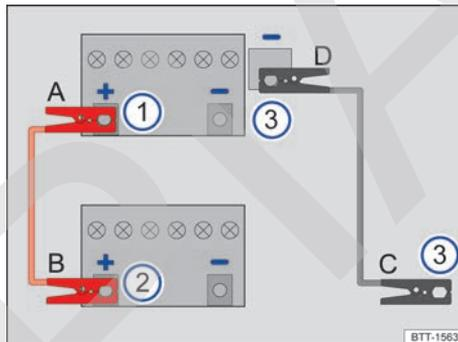

Fig. 182 Esquema para la conexión de los cables de arranque. <
Leyenda de la fig. 182:
Los cables de arranque solo se deberán conectar siguiendo el orden **A - B - C - D** → **fig. 182**.
- Conecte un extremo del cable de arranque *rojo* al polo positivo (+) de la batería de 12 voltios del vehículo que la tiene descargada → **fig. 182 ①** → **▲**.
- Conecte el otro extremo del cable de arranque *rojo* al polo positivo (+) del vehículo que suministra la corriente → **fig. 182 ②**.
- Conecte un extremo del cable de arranque *negro* → **fig. 182 ③** preferentemente a una toma para la ayuda de arranque (terminal de masa) del vehículo que suministra la corriente; de lo contrario, al bloque motor o a una pieza maciza de metal atornillada fijamente al bloque motor de este vehículo.
- Conecte el otro extremo del cable de arranque *negro* → **fig. 182 ④** preferentemente a la toma para la ayuda de arranque (terminal de masa) del vehículo con la batería de 12 voltios descargada; de lo contrario, al bloque motor o a una pieza maciza de metal atornillada fijamente al bloque motor de este vehículo → **▲**.
- Desconecte los cables de arranque únicamente en el orden **D - C - B - A** → **fig. 182** con los motores en marcha.